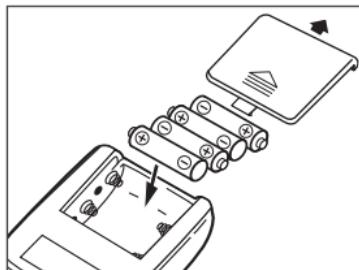

Рис.1
1. Откройте крышку отсека для элементов питания и вставьте 4 элемента типа АА как указано на схеме, расположенной внутри отсека. Убедитесь, что полярность соблюдена. Не прилагайте чрезмерных усилий при снятии крышки отсека для элементов питания (рис. 1).